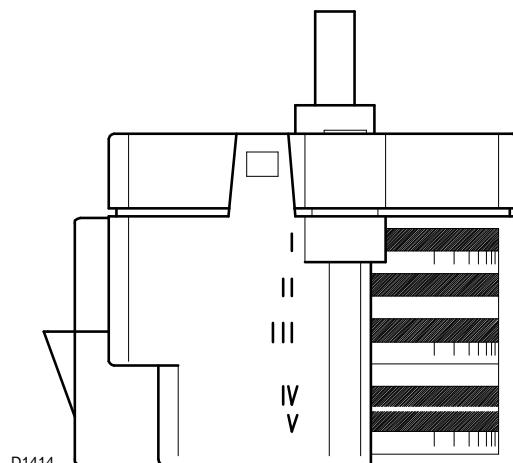

Fig. 22
- Came I:** Réglée sur  $0^\circ$  (position volet d'air fermé en pause). Pour avoir une ouverture partielle augmenter ce réglage (Fig. 22).